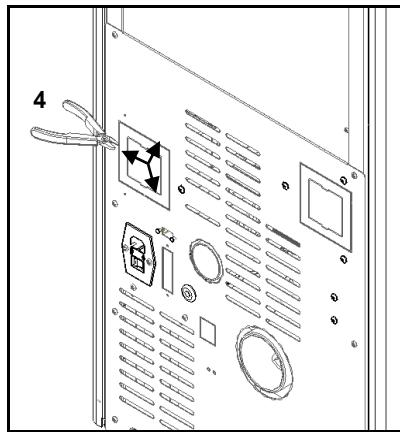

Figura 126 - Remoção tampa posterior salamandra
d) Na parte posterior do equipamento remover a tampa assinalada na Figura 126, cortando nas zonas assinaladas com um alicate de corte (4).